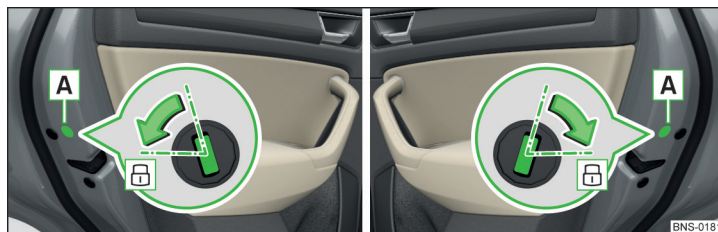

Abb. 361 Notverriegelung: Tür hinten links/rechts
- › Die entsprechende Hintertür öffnen und die Blende A entfernen » Abb. 361.